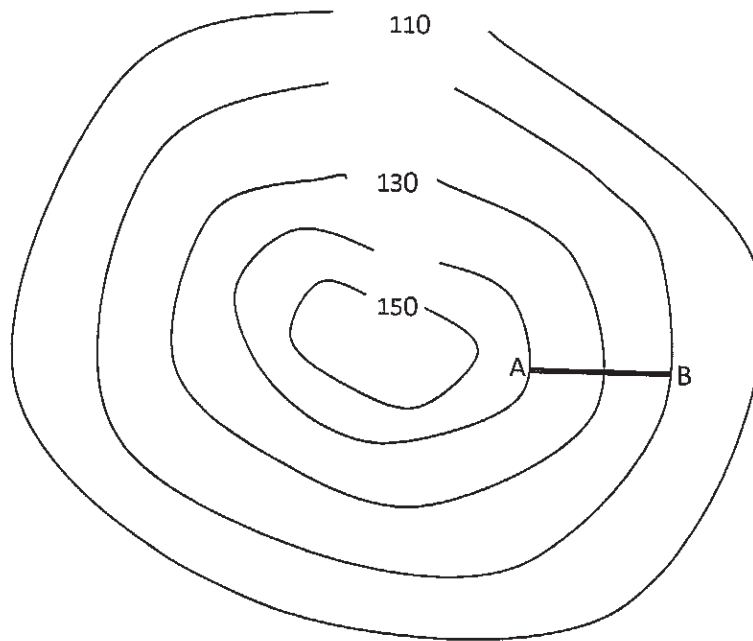

Figure 1 :
Soient deux terrains représentés par des courbes de niveaux (Cf figure 1 et 2). On vous demande de :
a) Fig 1 $\longrightarrow$ 10m
b) Montagne (Fig. 1)
c) Fig. 1 : $P1\% = \frac{\Delta ZAB}{AB} \times 100$; $P2\% = \frac{\Delta ZCD}{CD} \times 100$